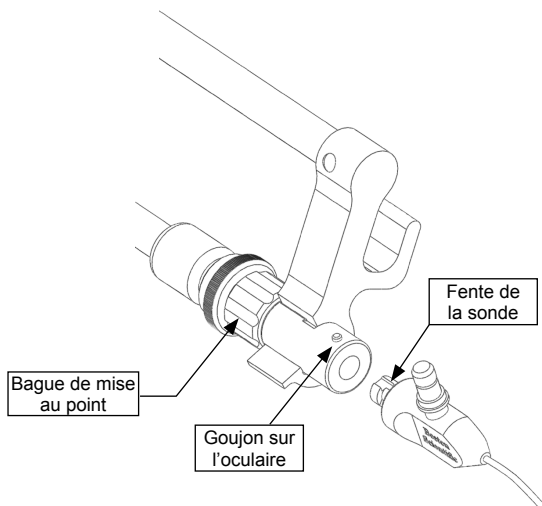

Figure 3 – Fixation de l'oculaire à la sonde SpyGlass
6. Fixez la sonde à l'oculaire (voir Figure 3).